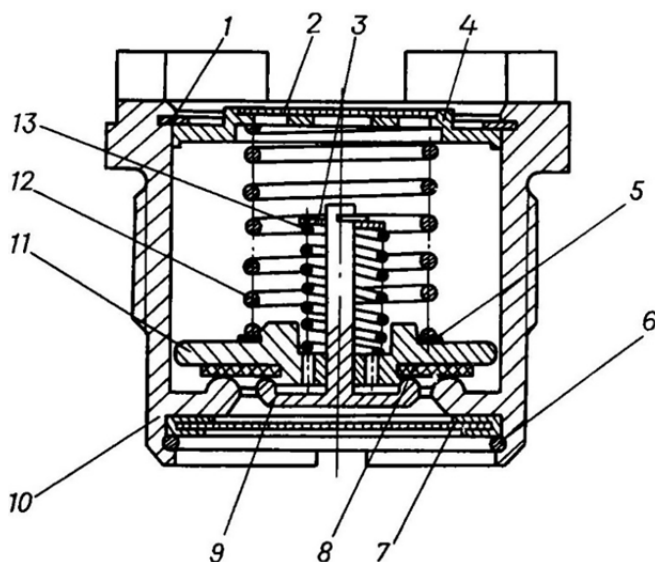

Рис. 5.8. Паровоздушный клапан:
- отжать тарелку 4 (рис. 5.8), снять стопорное кольцо 1;